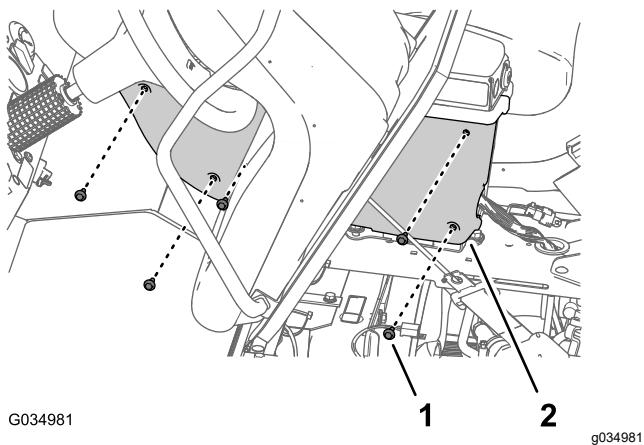

Figura 98
7. Monte la cubierta en la consola central con los 5 pernos con arandela prensada ($\frac{1}{4}$ " x $\frac{3}{4}$ ") que retiró previamente (Figura 98) y apriete los pernos a entre 520 y 678 N·cm.